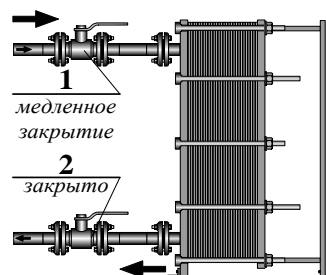

Рис. 14 Положение задвижек при остановке
8.3.1 При кратковременном отключении (рис. 14) медленно, во избежание гидравлических ударов, закрыть задвижку 1 на входе теплоносителя, вначале на стороне с более высоким